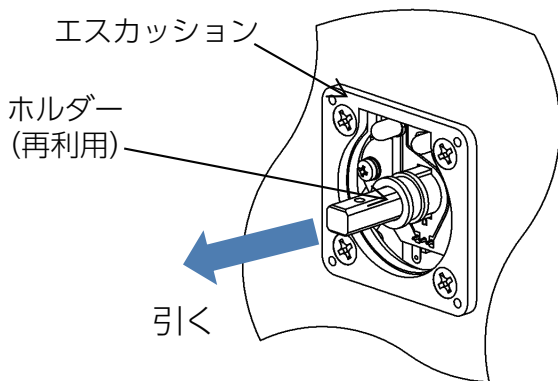
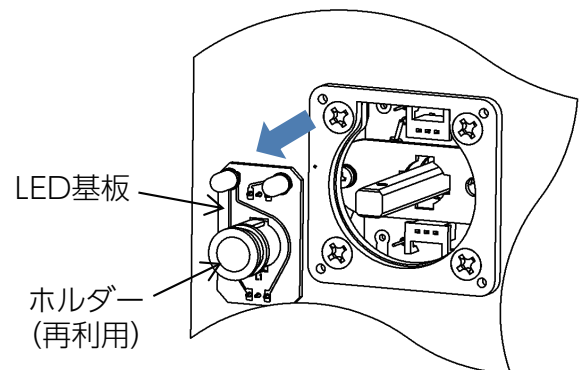

図5
図6
③ ホルダーを矢印の方向へ引抜くとLED基板と一緒に抜けます。(図5, 図6)